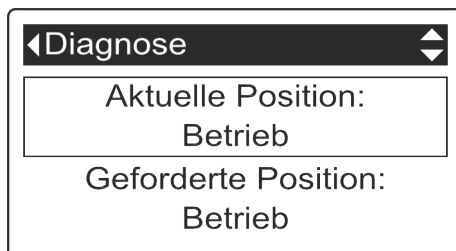

Abb. 64: Menü Diagnose
6. ➤ ▲ oder ▼ betätigen, bis der Menüpunkt „Aktuelle Position“ ausgewählt ist (Abb. 64).